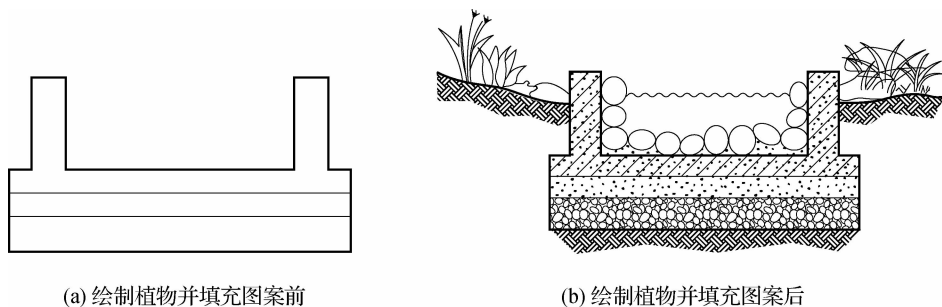

图 3-35 绘制植物及填充图案
下面以使用“多段线”“样条曲线”及“图案填充”等命令绘制图 3-35 为例进行介绍。
使用“多段线”“样条曲线”及“图案填充”等命令将图 3-35(a)修改为图 3-35(b)的步骤如下:
(3)删除辅助线 A、B 和 C,结果见图 3-35(b)。